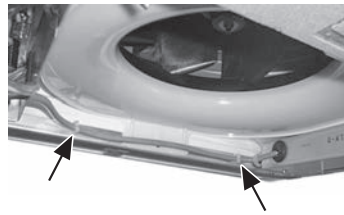

図3-2
- 3) 付属のワイヤーサドルを(図3-2)の位置に取付けてください。(45・71形：2カ所、112形：4カ所)